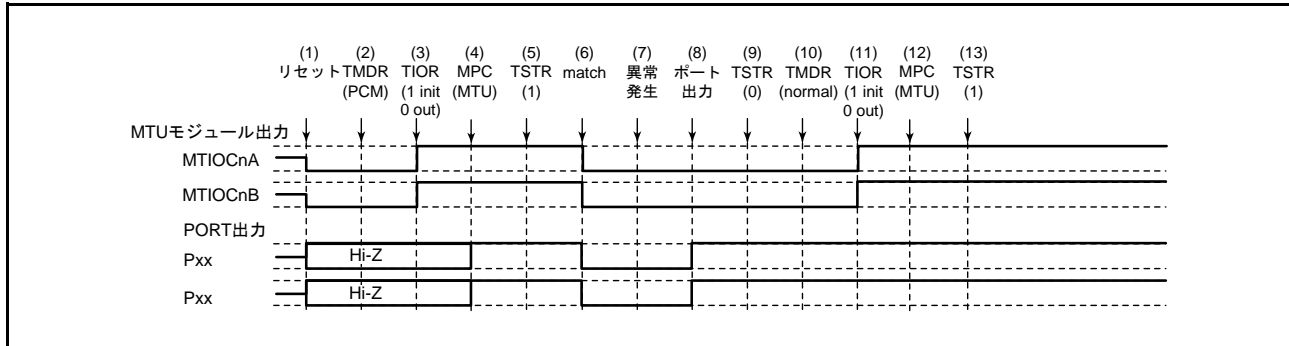

図 19.159 位相計数モードで異常が発生し、ノーマルモードで復帰する場合
位相計数モードで異常が発生し、再設定後ノーマルモードで再スタートする場合の説明図を図 19.159 に示します。
(1) ~ (9) は図 19.159 と共通です。
(10) PWM モード1を設定します。
(11) TIOR レジスタで端子を初期化してください (PWM モード1では MTIOCnB (MTIOCnD) 端子に波形が出力されません。出力すべきレベルがある場合は、I/O ポートのポート方向レジスタ (PDR)、ポート出力データレジスタ (PODR) で汎用出力ポートの設定をしてください)。
(12) MPC と I/O ポートのポートモードレジスタ (PMR) で MTU 出力としてください。
(13) TSTRA レジスタで再スタートします。
(19) 位相計数モードで動作中に異常が発生し、PWM モード2で再スタートする場合の動作
(10) PWM モード2を設定します。
(11) TIOR レジスタで端子を初期化してください (PWM モード2では周期レジスタに使用した TGR レジスタに対応する端子に波形が出力されません。出力すべきレベルがある場合は、I/O ポートのポート方向レジスタ (PDR)、ポート出力データレジスタ (PODR) で汎用出力ポートの設定をしてください)。
(13) TSTR レジスタで再スタートします。
(20) 位相計数モードで動作中に異常が発生し、位相計数モードで再スタートする場合の動作
(10) 位相計数モードで再スタートする場合には必要ありません。
(11) TIOR レジスタで端子を初期化してください。
(21) 相補 PWM モードで動作中に異常が発生し、ノーマルモードで再スタートする場合の動作